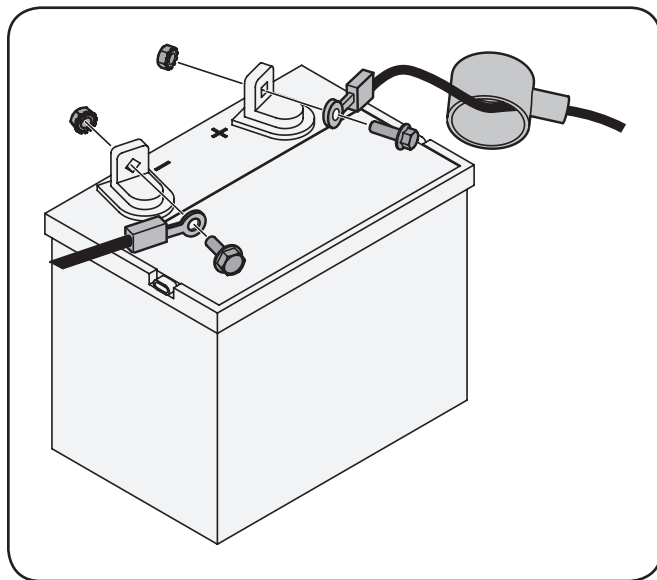

Figure 3-5
- Retirez le couvercle plastique, s'il y a lieu, de la borne positive de la batterie et fixez le câble rouge à cette borne (+) à l'aide du boulon et de l'écrou hexagonal. Consultez la figure 3-5.
- Retirez le couvercle plastique, s'il y a lieu, de la borne négative de la batterie et fixez le câble noir à cette borne (-) à l'aide du boulon et de l'écrou hexagonal. Consultez la figure 3-5.